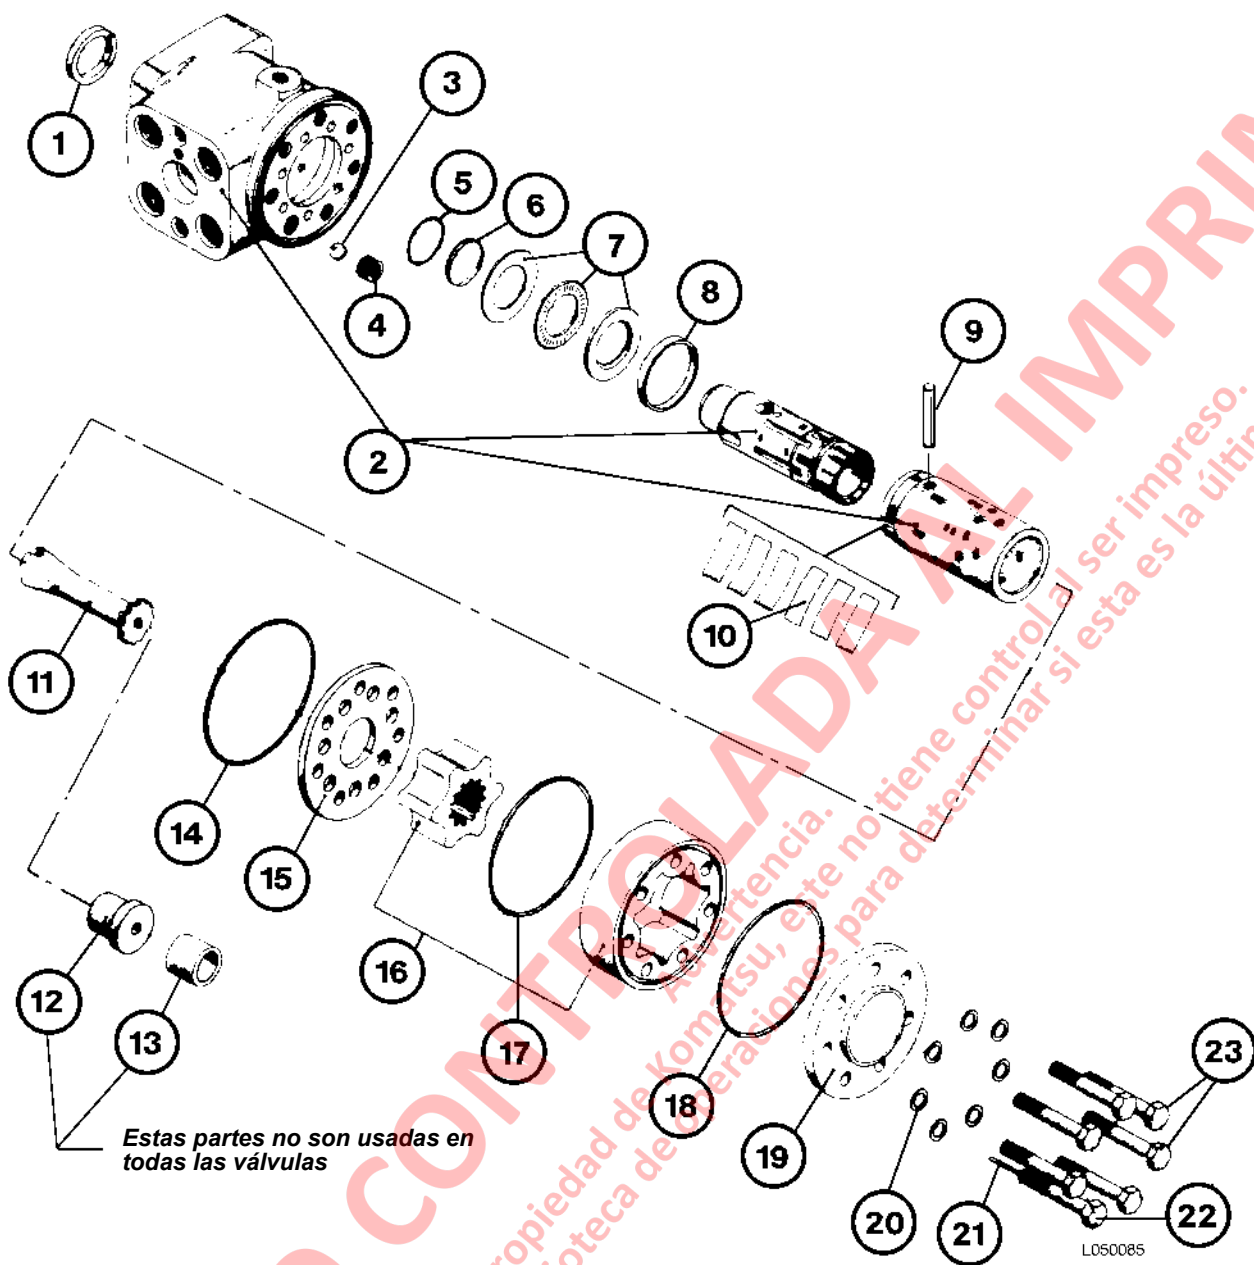

FIGURA 5-7. VALVULA DE CONTROL DE DIRECCION
5. Saque el engranaje exterior del conjunto de la rueda de engranajes (1) y el O-Ring entre el conjunto de engranajes y la placa de distribución.
7. Retire el eje cardán (11, Figura 5-7), la placa de distribución (15) y el O-Ring (14).
8. Saque el buje roscado (4) y la bola (3).
5. Monte el pasador transversal (9, Figura 5-7).
7. Coloque el sello de polvo (1, Figura 5-7) en su posición. Usando un bloque plano de hierro sobre el sello, golpee hacia la caja.
12. Monte la placa de distribución (15, Figura 5-7) de tal forma que los orificios de la placa calcen con los orificios correspondientes de la caja.
13. Guíe el eje cardán (11) dentro de la perforación con la ranura en el eje cardán alineado con el pasador transversal (9).
15. Lubrique O-Rings (17) y (18) en ambos lados de la rueda del engranaje exterior con Vaselina y monte.
17. Alinee la cubierta (19) usando las marcas de calce como referencia. Instale los pernos (23) y las arandelas (20).
18. Instale el perno con el pasador (22) en el orificio correspondiente.